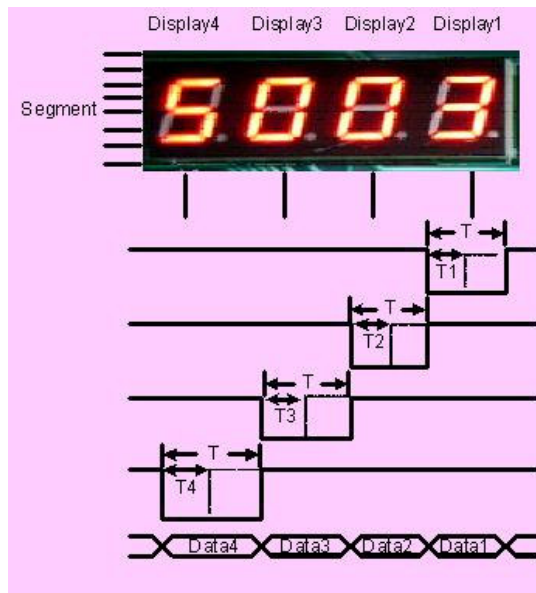

图 1
如下图 1, T 设置为 5ms, 改变 T_i ($i=1, 2, 3, 4$) 的值, 可以调节 T_i / T , 当这个比值越小, 就说明 LED 导通的时间就越短, 亮度就越暗。电路中 P_TIME_SET (PA) 的拨码开关所改变的就是 T_i 。